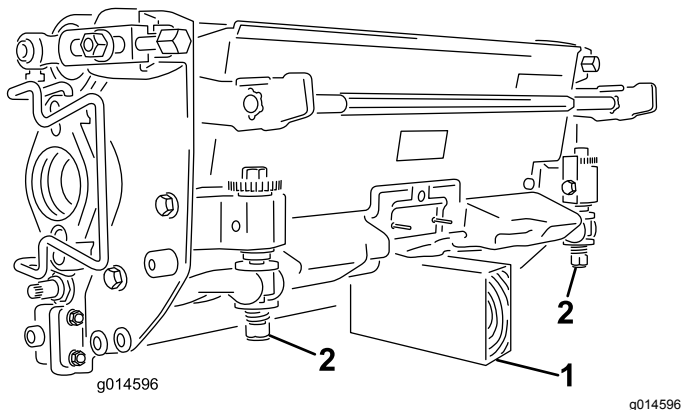

図 48
**重要** ベッドナイフやリールを見るためにカッティングユニットを立てる場合には、ベッドバー調整ねじのナットが床面に接触しないように、カッティングユニットの後ろ側をスタンドなどで支えてください **図 48**。